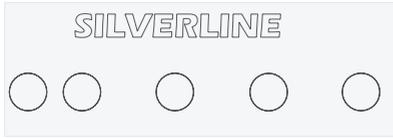

Figura 4: Console centrale a LED
- Sarà possibile identificare il livello di potenza regolato servendosi dei LED sulla console centrale della cappa (⇒ Figura 4).